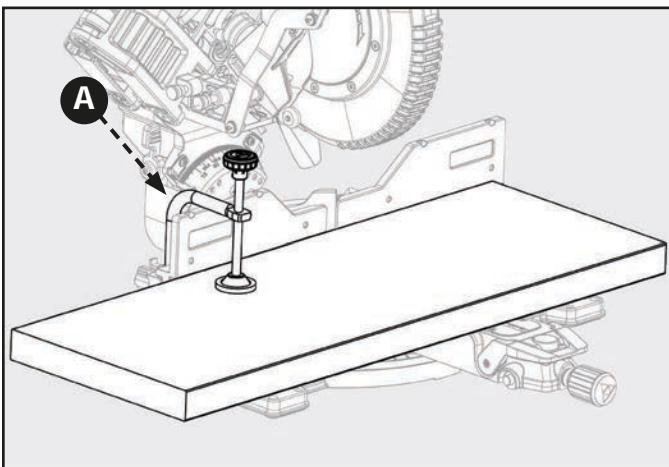

Figura 15
Al cortar piezas de trabajo anchas, como de 5 x 30 cm (2" x 12"), sujetela pieza de trabajo a la mesa de trabajo con una abrazadera de sujeción (A), tal como se muestra en la Figura 15.